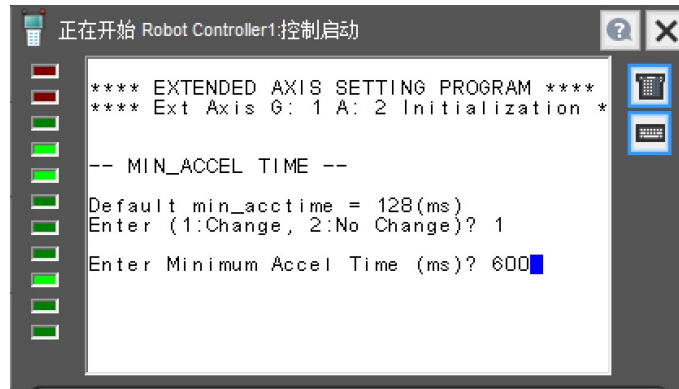

图 4.1.19
19) 在图 4.1.19 中选择最小加速时间，需要修改选择 1，不修改选择 2，选择修改的话，填入相应数值，点击 ENTER 键确认。